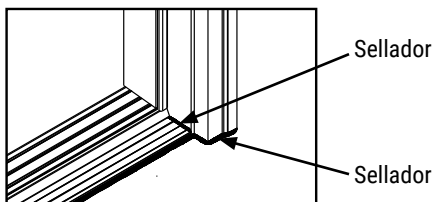

**Figura 4 (balanceo hacia adentro)**
**4** Pruebe el contacto ideal entre el barrido de la puerta y el umbral (solo giro interno). Coloque una hoja de papel sobre un tornillo en el umbral, cierre la puerta y tire. El ajuste correcto tiene una ligera tensión, si el papel se rasga, la tensión es demasiado alta. Ajuste el umbral como se muestra en la **Figura 4**. Gire el tornillo hacia la derecha para reducir la tensión o hacia la izquierda para aumentar la tensión. Repita la prueba por encima de cada tornillo del umbral.